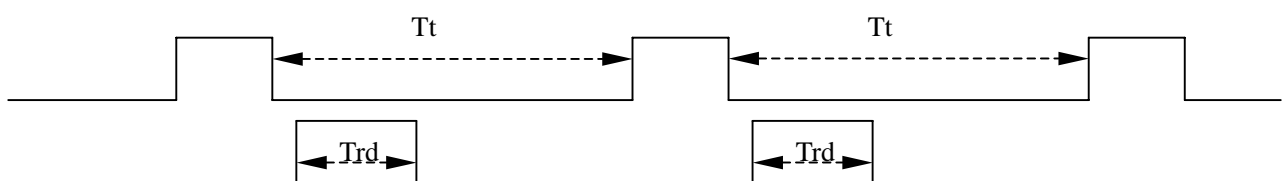

图 3-25
(1) 通常应用条件下, 主-从关系, 总线桥发送后很快得到回答, 如下图 3-25